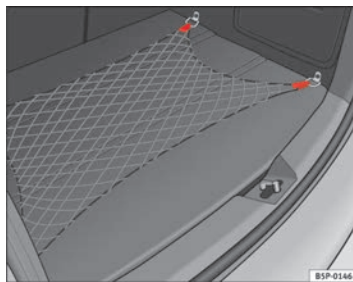

Abb. 108 Gepäckraumnetz
- Verwenden Sie zur Befestigung des Gepäckraumnetzes die seitlichen Befestigungsringe im Gepäckraum ⇒ Abb. 108.